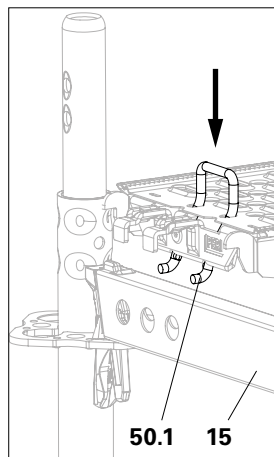
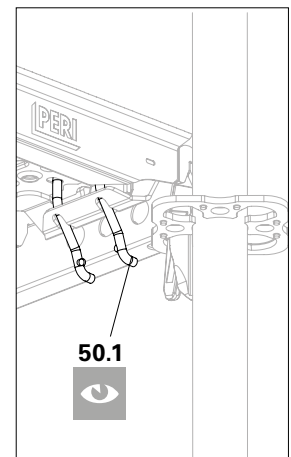

Abb. A7.01c
Abb. A7.01e
3. Abhebesicherungen (50.1) fallen unter den Horizontalriegel und sichern den Belag. (Abb. A7.01c - Abb. A7.01e)